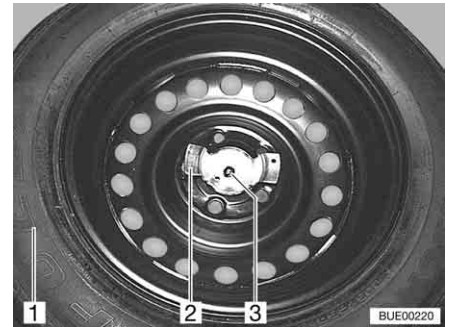

Fig. 236 Fijación de la rueda de repuesto
- Desenroscar las dos tuercas (Fig. 236,2 y 3).
- Sacar la rueda de repuesto (Fig. 236,1) del portador de la rueda de repuesto.